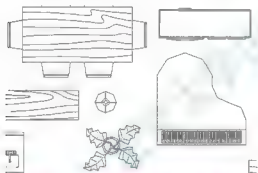
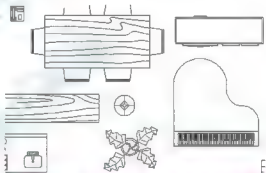

图 1.18 折线形式显示的图形
图 1.19 执行【重生成】命令后的图形
(2) 重生成: 绘图进行一段时间后, 绘图区域的某些弧线和曲线会以折线的形式显示, 如图 1.18 所示, 这时就需要执行菜单栏中的【视图】|【重生成】或【视图】|【全部重生成】命令重新生成图形, 并重新计算所有对象的屏幕坐标, 使弧线和曲线变得光滑, 如图 1.19 所示。同时, 【重生成】命令还可以整理图形数据库, 从而优化显示和对象选择的性能。